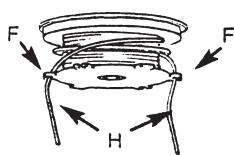

Bild 19.
6. Tryck fast trådarna i trådhållarna (F) mitt emot varandra som bilden bild 19 visar.